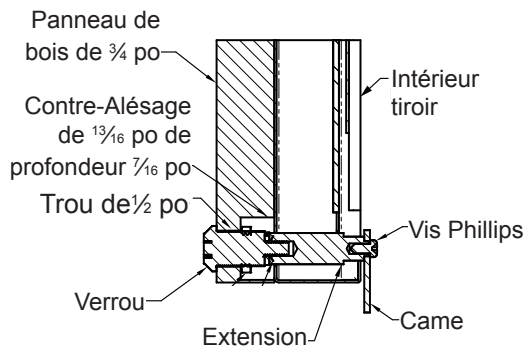

Figure 20
Deux (2) extensions de verrouillage sont fournies avec le verrou. Utilisez l'extension la plus longue pour un panneau de revêtement d'épaisseur  $\frac{3}{4}$  po et la plus courte pour un panneau d'épaisseur  $\frac{5}{8}$  po. Assemblez l'extension de verrouillage, une rondelle d'arrêt de came, une rondelle élastique et une vis de fixation sur le verrou comme montré aux Figures 20 et 21.